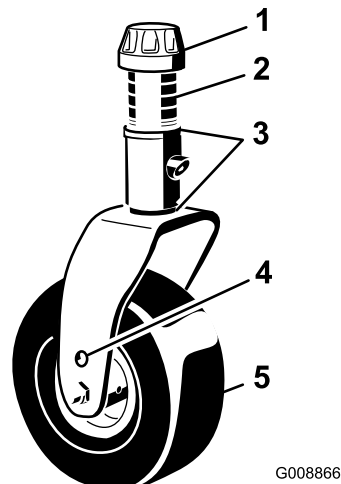

Figure 20
1. Placez les essieux des roues pivotantes dans les mêmes trous sur toutes les fourches (Figure 20 et Figure 22). Pour choisir les trous corrects pour la hauteur de coupe requise, reportez-vous au tableau suivant.
2. Enlevez le chapeau de tension de l'axe de pivot (Figure 20) et sortez l'axe du bras pivotant. Remplacez les 2 cales (3 mm) sur l'axe de pivot comme à l'origine. Elles sont requises pour que les plateaux de coupe soient parfaitement de niveau sur toute la largeur.